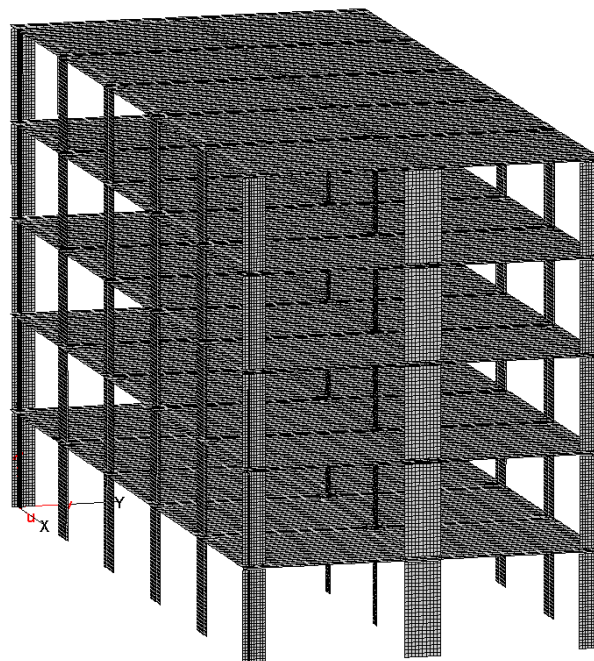

Рис. 1.3.2 – Схема с использованием элементов стен.
- колонны заданы как элементы стен (рис. 1.3.2)